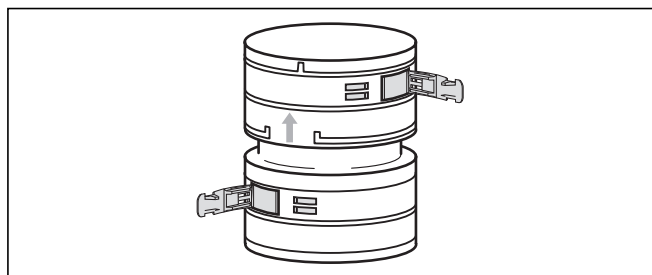
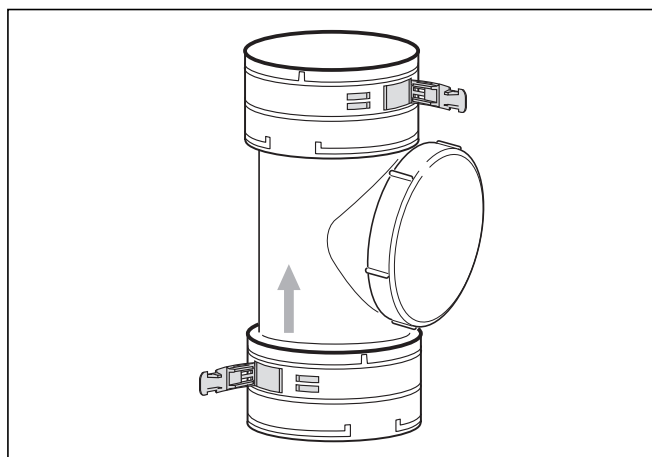

Рис. 5.47 Соединительный элемент (арт. № 303 518)
Рис. 5.48 Элемент для очистки (арт. № 303 517)
- При необходимости, вначале установите соединительные элементы и элементы для очистки (см. рис. 5.47 и 5.48).
Вместо того, чтобы использовать цельный гибкий дымоход с общей длиной, Вы можете использовать несколько отдельных элементов и соединить их соединительными элементами (арт. № 303 518, рис. 5.47) или элементом для очистки (арт. № 303 517, рис. 5.48).
Если дымоход газового аппарата располагается в непосредственной близости от дымовой трубы для отопительных систем на твердом топливе, то горячие дымовые газы (1) котла с топкой на твердом топливе не должны выходить вблизи дымохода конденсационного аппарата. Тем самым Вы предотвращаете повреждение дымохода конденсационного аппарата и попадание частиц грязи в линию подвода воздуха к конденсационному аппарату. Для этого Вы можете увеличить высоту трубы для дымовых газов котла с топкой на твердом топливе - например, установив на нее насадку (2), которую предлагают различные фирмы (см. рис. 5.48). Соблюдать действующие местные предписания по отводу дымовых газов котлов с топками на твердом топливе. В любом случае согласуйте решение по обеим шахтам с соответствующими органами.